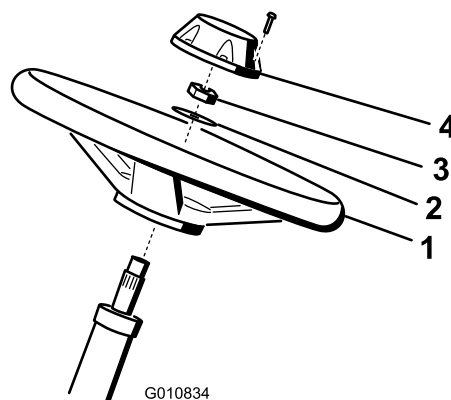

図 3
1. ハンドルをステアリングシャフトにはめ込む（図 3）。
2. ワッシャをステアリングシャフトにはめ込む（図 3）。
3. ジャムナットでハンドルを固定し、27-35 N.m = 2.8-3.6 kg.m = 20-26 ft-lb) にトルク締めする (図 3)。
4. キャップを取り付け、ねじで固定する (図 3)。